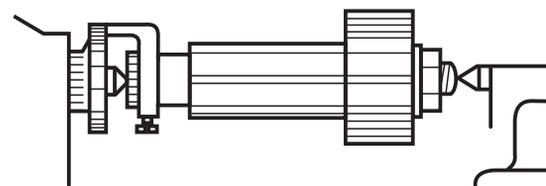

Fig. 3
- d) Sujete el material y el perro con el tornillo del plato de arrastre. (Fig. 3).